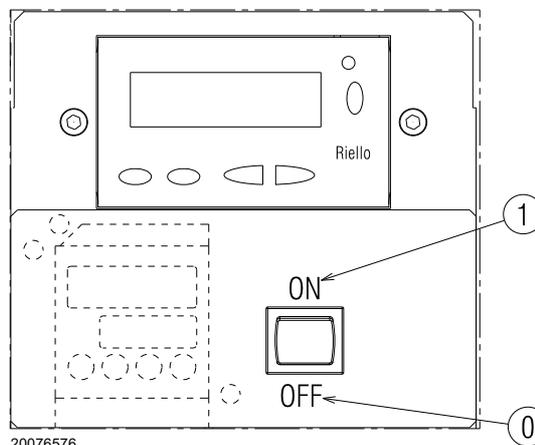

Fig. 28
Cerrar los termostatos/presostatos y poner el interruptor de Fig. 28 en posición "1/ON".
- colocar el interruptor de Fig. 28 en la posición "0/OFF" y esperar que la caja de control ejecute la fase de apagado;